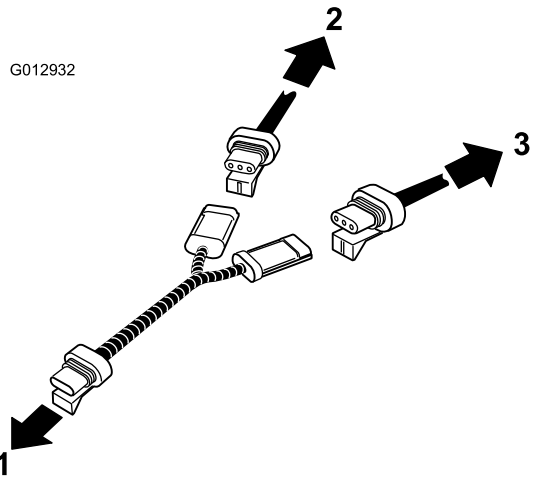

図 14
17. Y形状のジャンパハーネスを、速度センサーと既存のハーネスおよびスプレー用ワイヤハーネスの間に接続する。速度センサーを、既存のワイヤハーネスおよびスプレーシステム用ワイヤハーネスの両方に接続する(図 14)。